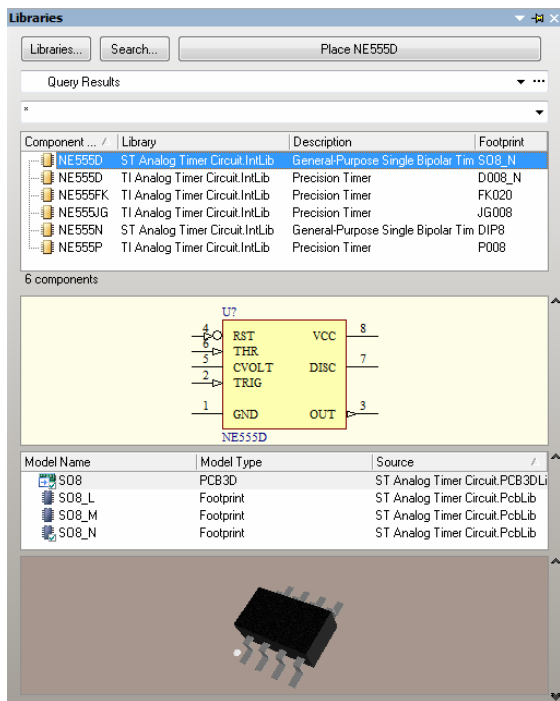
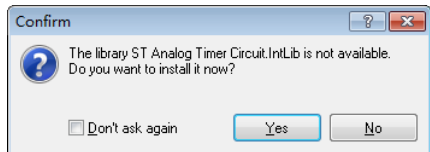

图 4-15 元件搜索结果
图 4-16 加载集成库确认对话框
(5) 单击 Search 按钮，返回 Libraries 面板，并启动搜索过程。搜索需要一定时间。当搜到所要的元件时，可以单击面板上的 Stop 按钮结束搜索以节省时间。需要注意的是，为了正确显示搜索结果，Libraries 面板的元件过滤框应为空白或者“*”。
(6) 搜索结果如图 4-15 所示，双击 NE555D 或者单击面板上方的 Place NE555D 按钮，系统弹出如图 4-16 所示的确认对话框，单击 Yes 按钮安装 NE555D 所在的集成库，光标上随即附着 NE555D